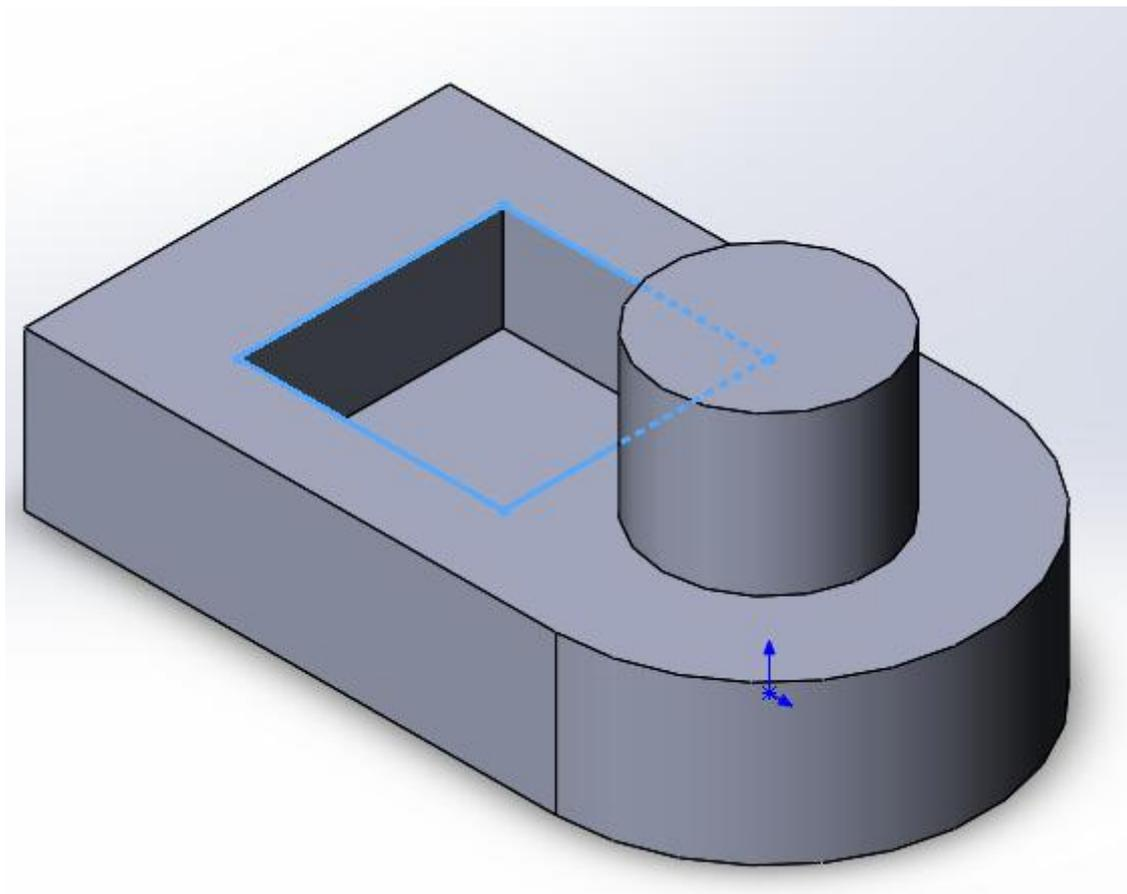

Рис. 1.21. Создание вытянутого выреза.
5.3. Активизировать функцию “Вытянутый вырез” и установить значение 20 мм. Результат действия указанной функций представлен на рис. 1.21.